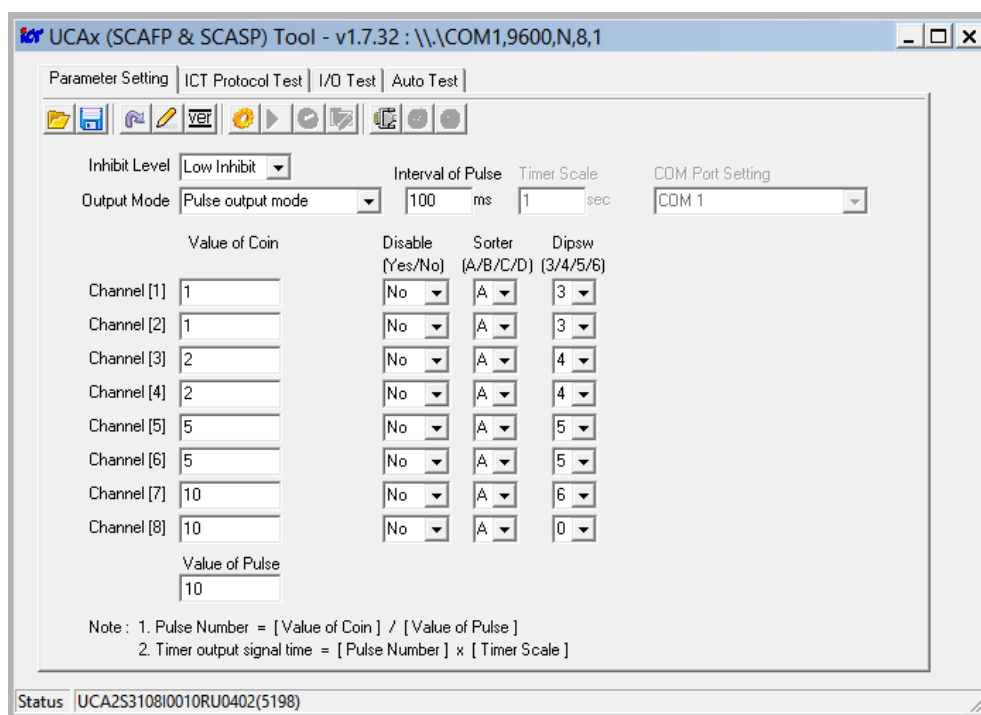

Рисунок 32. Внешний вид окна программы с установленными настройками (приведен пример конфигурации на прием суммы 10 рублей)
3. На ПК установите и запустите приложение для настройки параметров картоприемника «UCAx Tools». Внешний вид окна приложения показан на рис. 32, связь с монетоприемником устанавливается автоматически сразу после запуска приложения.
- нажмите кнопку  **Read current version from UCA1**, в строке **Status** будет показана текущая версия ПО – например, *UCA2S3801I0010(5198)* (см. рис. 32);
- в таблице в столбцах **Value of Coin**, **Disable**, **Sorter**, **Dipsw** установите для каналов монетоприемника (от 1-го до 8-го) номиналы монет и соответствующие им параметры, как показано на рис. 32.
5. В поле **Value of Pulse** введите сумму, которую необходимо внести пользователю для прохода (на рис. 32 показан пример суммы в 10 рублей).